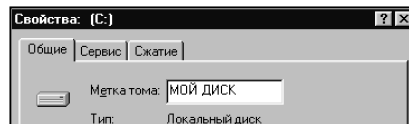

рис. 1
1. Если Вы решили по-новому разбить жесткий диск на логические диски с помощью программы Fdisk, то перед этой операцией лучше удалить метку тома диска, особенно если она набрана не латинскими буквами. Так, если Вы работаете в Windows 9x, то следует очистить поле «Метка тома» во вкладке «Общие» диалогового окна «Свойства» всех имеющихся в компьютере дисков (рис. 1).